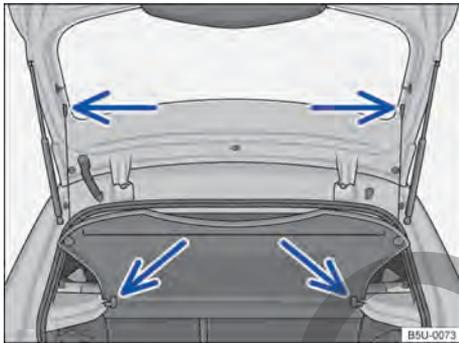

Fig. 141 En el maletero: desmontar y montar la bandeja trasera.
- Desprender los cordones de retención del soporte del portón trasero → **fig. 141** (flechas superiores).
- Retirar la bandeja trasera hacia atrás y hacia afuera de los soportes laterales → **fig. 141** (flechas inferiores).
- Empujar la bandeja trasera hacia adelante, introduciéndola en los soportes laterales → **fig. 141** (flechas inferiores).
- Encajar los cordones de retención en el portón trasero → **fig. 141** (flechas superiores).